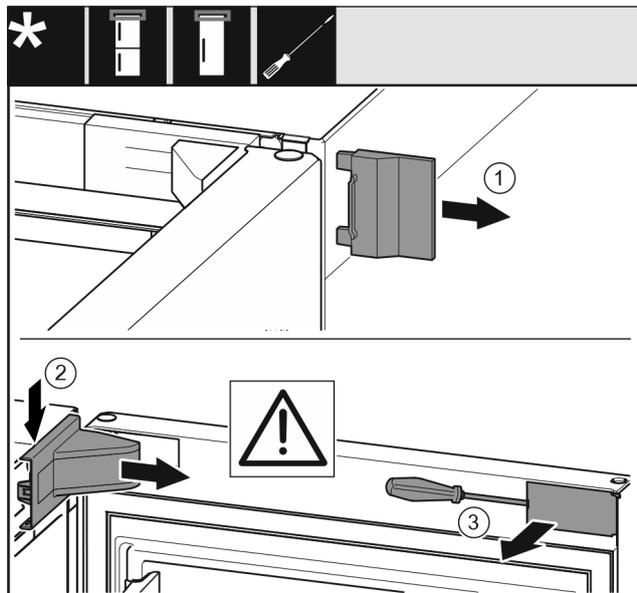

Fig. 7
- ▶ Снимите внешнюю крышку Fig. 7 (1).
- ▶ При помощи отвертки отцепите крышку опорного кронштейна Fig. 7 (2) и снимите ее.
- ▶ При помощи шлицевой отвертки отцепите накладку Fig. 7 (3) и отведите ее в сторону.